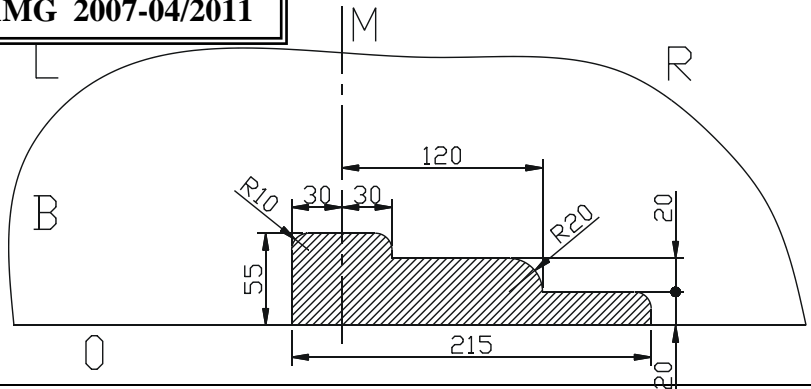

Fig. 2 = Mercedes E Coupé (C207) AMG
3. Die Zellgummis (5) auf die Vorderseite der Kupplung kleben mit einem Zwischenabstand von 150 mm.
4. Die Anhängerkupplung mit den Punkten (B) gegen die Hinterseite vom Fahrzeug bringen und über die Trägerarmen schieben, die Abdichtung (4) zwischen Fahrzeug und Anhängerkupplung bringen. Zwischen den Punkten (C) und (D) von Anhängerkupplung und den Punkten (C) und (D) von den Trägerarmen, das Zwischenstück (3) einbringen, Bolzen und Ritzels hier entlang der Unterseite anbringen, sehen Sie Zusammensetzungszeichnung. Alle Bolzen und Ritzel anbringen und alles entsprechend der Drehmomentenvorgabe festziehen.
5. In der Unterseite der Stoßstange einen Ausschnitt machen gemäß Bild 1 für Mercedes C W204 Baujahr 2007 – 04.2011 (Fahrzeuge ohne LED-Tagesbeleuchtung), kein Ausschnitt notwendig bei Mercedes C W204 ab 04.2011. Ausschnitt gemäß Bild 2 für Mercedes E Coupé (C207), Ausschnitt gemäß Bild 3 für C Coupé C204, Ausschnitt gemäß Bild 4 für Mercedes E Coupé/Cabrio ab 06.2013 – Nachher Stoßstange wieder an Fahrzeug montieren.